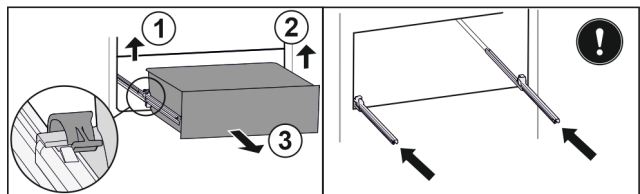

Fig. 150
- Soulever la bride gauche et tirer dans le même temps la partie gauche du tiroir vers l'avant. Fig. 150 (1)
- Soulever la bride droite et tirer dans le même temps la partie droite du tiroir vers l'avant. Fig. 150 (2)
- Retirer le tiroir par l'avant. Fig. 150 (3)